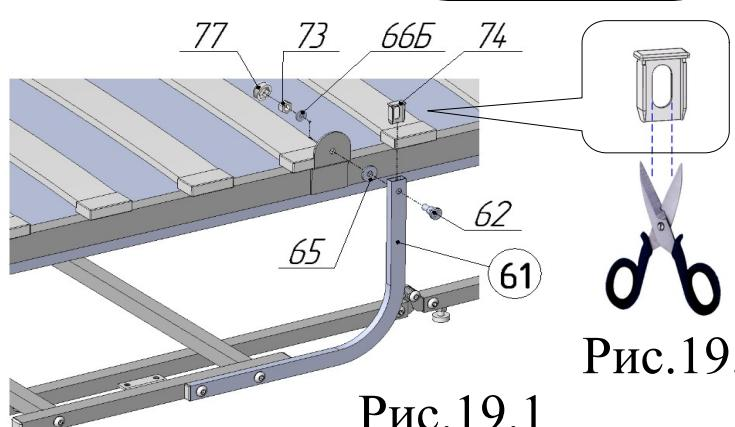

Рис.19.2
23. В тяги-уголки поз.61 вставить заглушки 10x20 поз.74, расширив подрезанием места прохождения спецвинта поз.62 (рис.19.2). Между тягой-уголком поз.61 и кронштейном рамы установить шайбу пластмассовую Ø10x18 поз.65 (рис.19.1). Присоединить к раме кровати концы тяг-уголков поз.61. с помощью спецвинтов поз.62, используя шайбы стальные Ø8x18 поз.66Б, гайки M8 со стопорным кольцом поз.73. На гайки надеть колпачки пластмассовые большие поз.77.